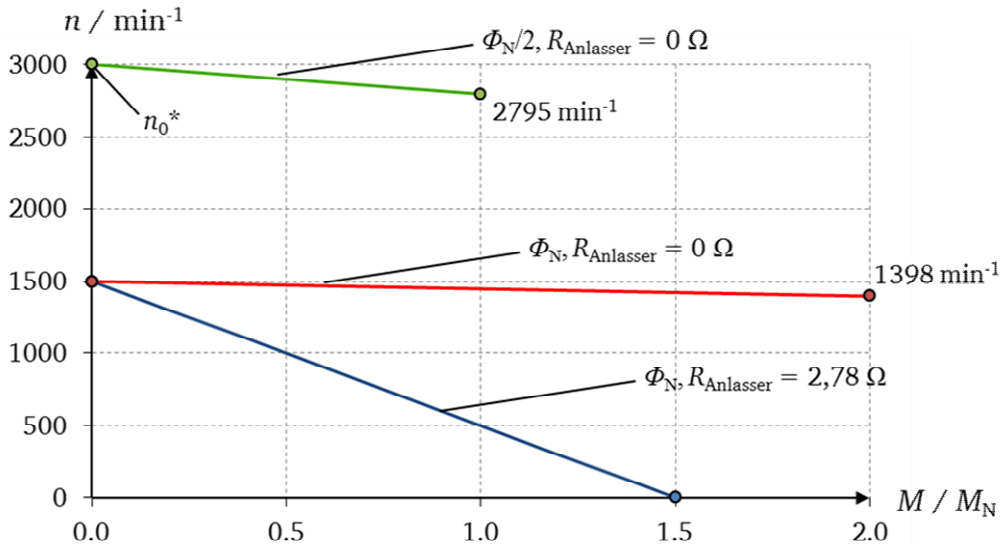

Bild 4.14-1: $n(M)$ -Kennlinien des fremderregten Gleichstrommotors
- 2) Zeichnen Sie maßstäblich die $n(M)$ -Kennlinie für $0 \leq M \leq 2M_N$ als Bild 4.14-1! Bestimmen Sie die Motor-Nennleistung P_N ! Wie groß ist der Motor-Gesamtwirkungsgrad η_{Nres} ?
- 4) Wie muss ein Anlasser-Widerstand $R_{anlasser}$ dimensioniert werden, damit $I_{a1}/I_{aN} = 1.5$ ist? Wie groß ist dann das Anzugsmoment M_1 bzw. M_1/M_N ? Zeichnen Sie die $n(M)$ -Kennlinie in Bild 4.14-1 ein!
- 5) Der Hauptfluss pro Pol Φ_N wird durch Verringern des Erregerstroms I_f halbiert: $\Phi = \Phi_N/2$ („Feldschwächung“). Zeichnen Sie die Kennlinie $n(M)$ in Bild 4.14-1 für $0 \leq I_a \leq 2I_{aN}$ ein!
Die Kennlinie $n^{[1/\text{min}]} = 1500 / \text{min} - \frac{M}{M_N} \cdot 51.156 / \text{min}$ ist in Bild 4.14-1 dargestellt.
$$M_1 = k_2 \Phi_N \cdot 1.5 \cdot I_{aN} = 1.5 \cdot M_N = 1.5 \cdot 70 = \underline{105 \text{ Nm}}. \text{ Die Kennlinie } n(M) \text{ zeigt Bild 4.14-1.}$$
$$n(2I_{aN}) = 3000 - 1 \cdot 204.624 = 2795.4 / \text{min}. \text{ Die Kennlinie } n(M) \text{ zeigt Bild 4.14-1.}$$